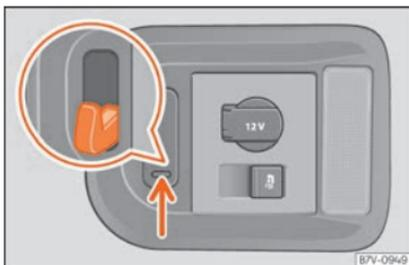

Fig. 176 Na bagageira: ganchos para sacos.
À direita da bagageira existem uns ganchos basculantes »» Fig. 176 para sacos nos quais se podem pendurar sacos de compras leves.
- Pressione para baixo nos ganchos para sacos »» Fig. 176 (seta) e rebata-os.